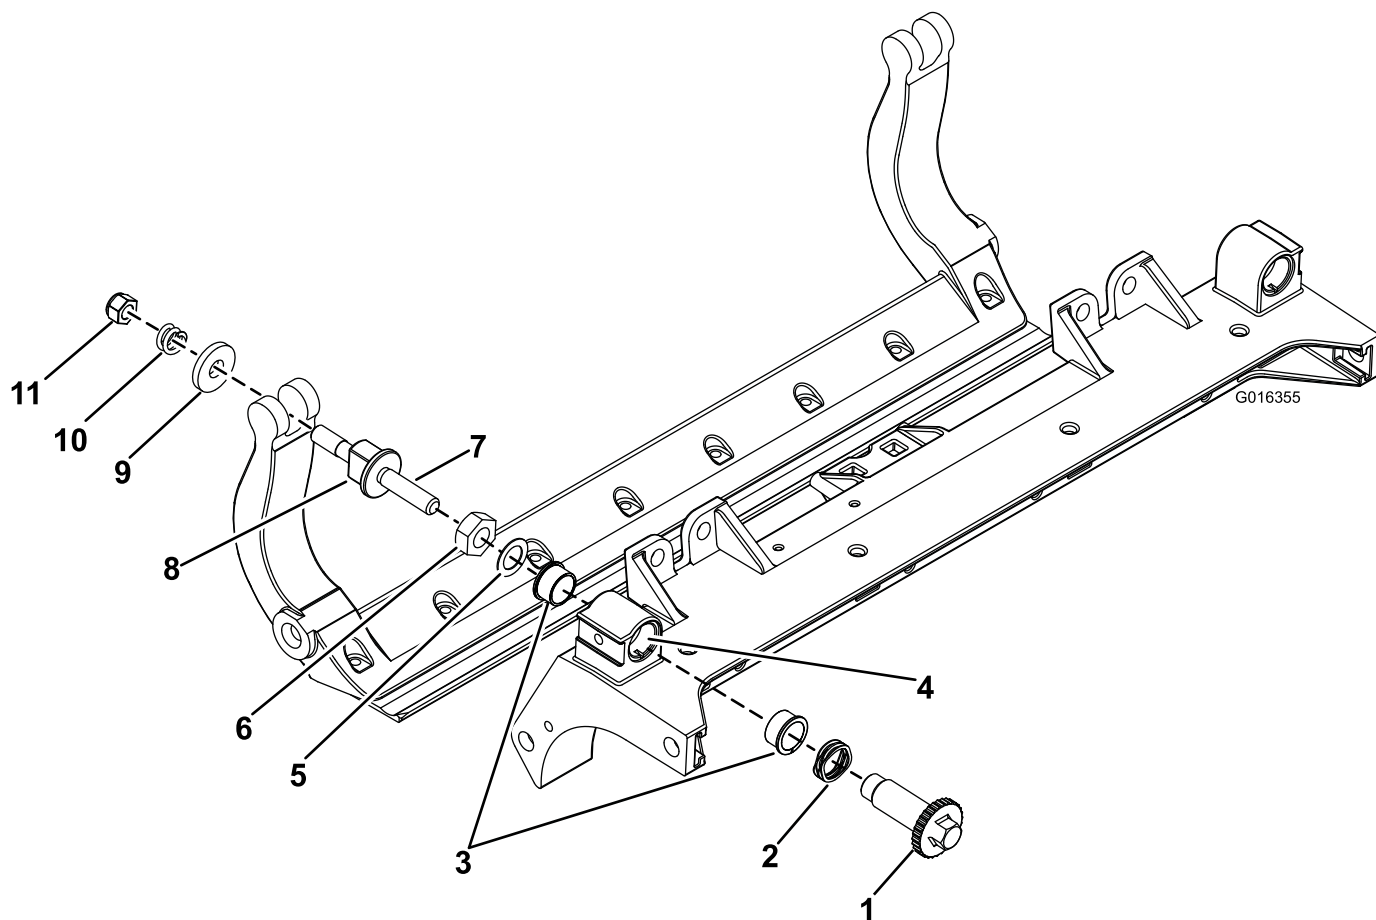

図 33
- B. その外側からスチール製ワッシャを取り付ける 図 33。
1. 全部のパーツを取り外すHD DPA キットモデル 120-7230の 取り付け要領書 および 図 33 を参照。
2. カuttingユニットのセンターフレームのブッシュ挿入穴に固着防止コンパウンドを塗布する 図 33。
3. フランジブッシュのキーとフレームのキー溝を揃えて、ブッシュを挿入する 図 33。
4. アジャスタシャフトにウェーブワッシャを通し、アジャスタシャフトをカuttingユニットのフレームのフランジブッシュに通す 図 33。
5. 平ワッシャとロックナットでアジャスタシャフトを固定する 図 33。ロックナットを 2027 N·m 2.12.6 kg·m = 1520 ft·lb にトルク締めする。